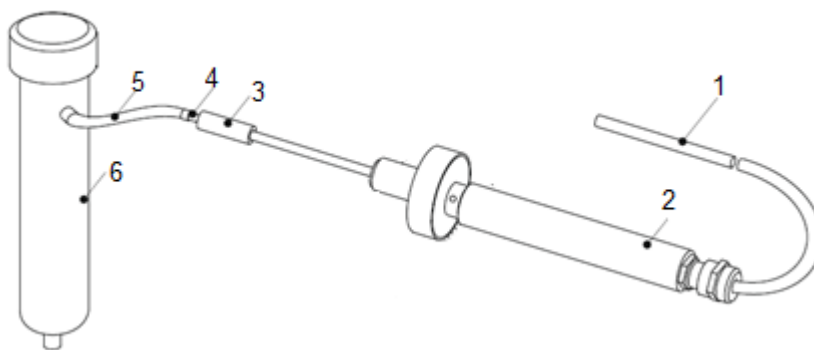

Рис. 2.1. Схема соединения пробоотборника с фильтром-поглотителем
2.2.2 Включить газоанализатор, через 5 мин проверить нулевые сигналы детекторов. При необходимости соединить пробоотборник с фильтром-поглотителем (рис. 2.1) и продуть газоанализатор воздухом, очищенным с помощью фильтра-поглотителя.